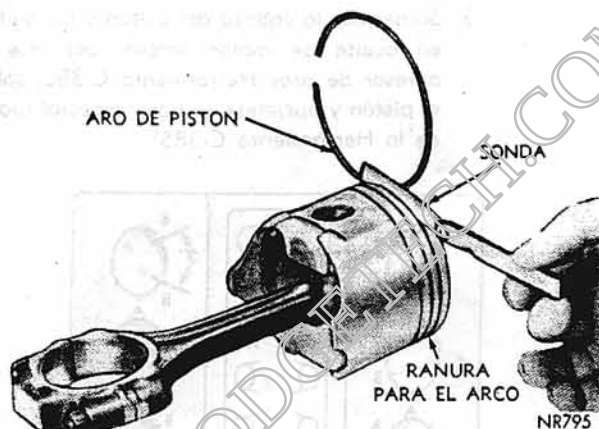

Fig. 34 - Medición de la Tolerancia o Huelgo en los Aros de Pistón.
3. Mida la luz lateral entre aro y pistón en sus ranuras de trabajo (Fig. 34).